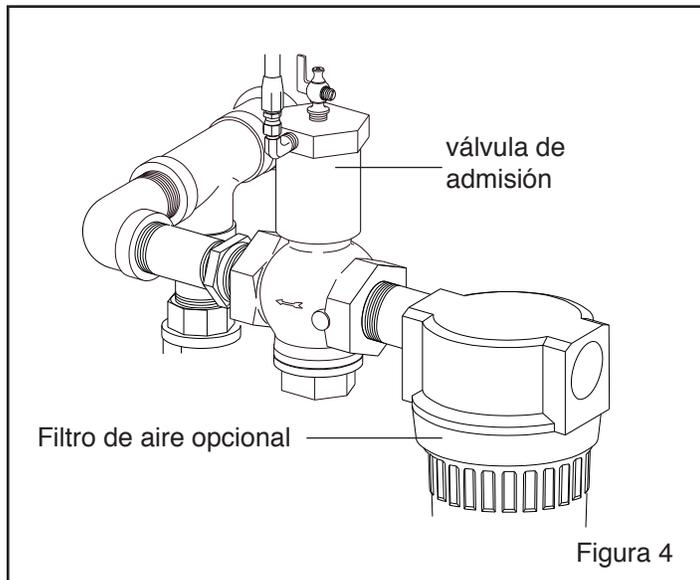

Figura 4
2.4 Instalar Filtro de Aire Opcional (Separador de Humedad) - Figura 4
2.4.1 Instale un filtro de aire comprimido a la válvula de entrada como se muestra en la Figura 4. Se recomienda instalar un filtro en esta posición para eliminar humedad del aire antes de que entre a la máquina. Si el problema de humedad persiste después de instalar el filtro, puede que se requiera un secador o un post-enfriador en la línea de aire.